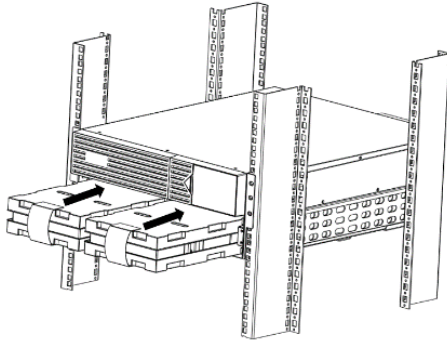

Figure 7
5. Réinsérez les modules de batterie internes (Fig. 7).